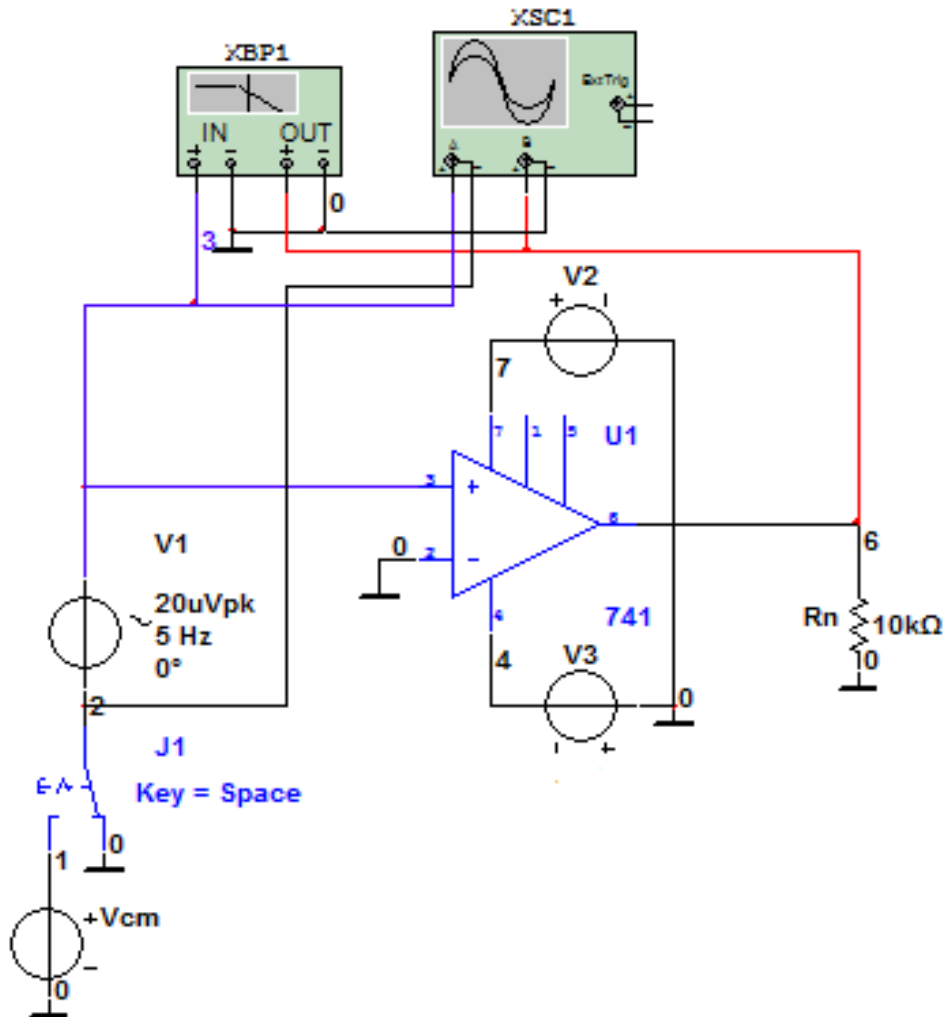

Рисунок 9 Схема для исследования характеристик операционного усилителя
1.1 Собрать схему (рис. 9) или использовать готовую модель (OU-1.ms10).